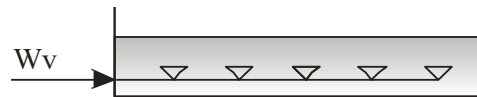

Figura 2: Pileta de pasteurización.
3. Se requiere poner en marcha una pileta de pasteurización utilizada para procesar conservas (Figura 2). La pileta tiene 1 m de ancho, 4 metros de longitud y 1.5 m de altura. La pileta se carga con 4000 litros de agua a 25 °C. Luego, se inyecta al líquido un flujo de 200 kg/h de vapor saturado a una 1 atm, el cual condensa inmediatamente al mezclarse con el líquido. El calor de condensación del vapor a esa presión es 539.4 kcal/kg. Desprecie las pérdidas de calor. Suponga que el C_p del líquido es constante e igual a 1 kcal/(kg·°C). Suponga también que la densidad del líquido es constante e igual a 1000 kg/m³. Determine cuánto tiempo (h), con cuatro cifras significativas, llevará calentar la mezcla hasta 80 °C. Informe el nivel (m), con cuatro cifras significativas, que alcanzará el líquido en ese tiempo.